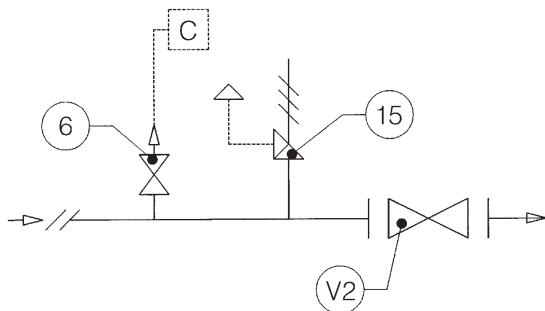

Fig. 6
3.1.1 INSTALLAZIONE DIRETTA SULLA LINEA (FIG. 6)
3.1.1 DIRECT INSTALLATION IN THE LINE (FIG. 6)
3.1.1 INSTALLATION DIREKT AN DER REGEL-STRECKE (ABB. 6)
3.1.1 INSTALLATION DIRECTE SUR LA LIGNE (FIG. 6)
3.1.1 INSTALACIÓN DIRECTA SOBRE LA LÍNEA (FIG. 6)